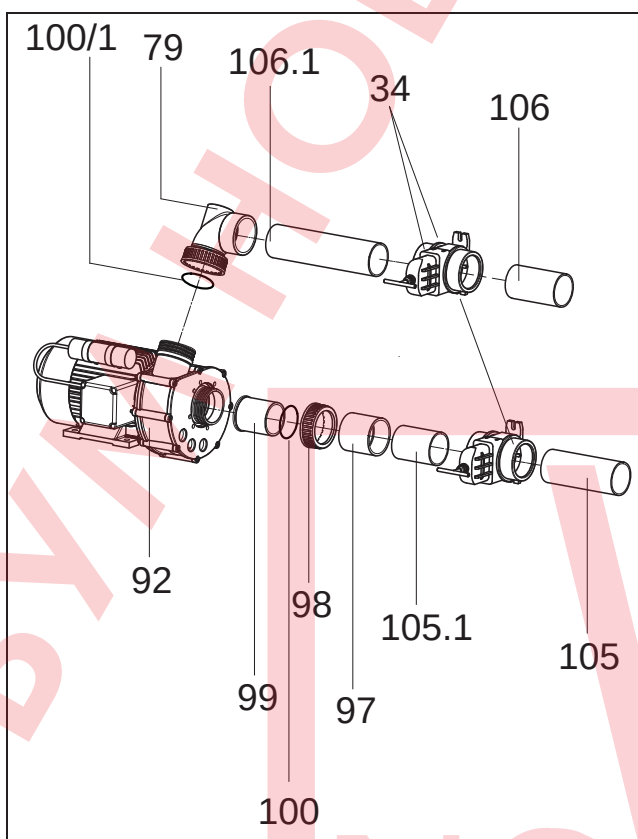

Рис.14
13. Подсоедините всасывающий патрубок насоса (92) к всасывающей трубе (105.1) при помощи переходника (97) и резьбового соединения (98,99), а со стороны напора – с напорной трубой (106.1) при помощи специального углового переходника (79) (Рис. 14).